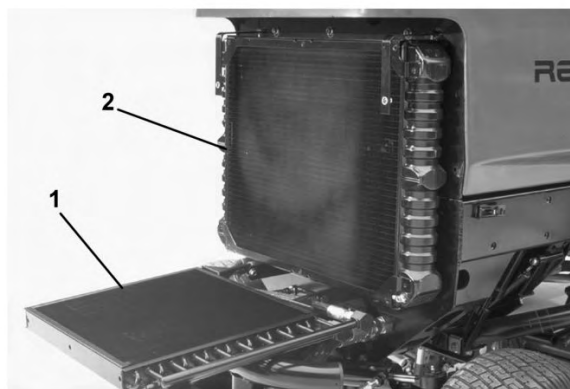

図 73
3. オイル・クーラのノブをゆるめてクーラを後ろに傾ける (図 73)。オイル・クーラとラジエターの裏表を圧縮空気で丁寧に清掃する。水を使用しないこと。フードを明け、機体後部に向けてゴミを吹き飛ばす。清掃が終了したらオイル・クーラを元に戻しノブを締める。